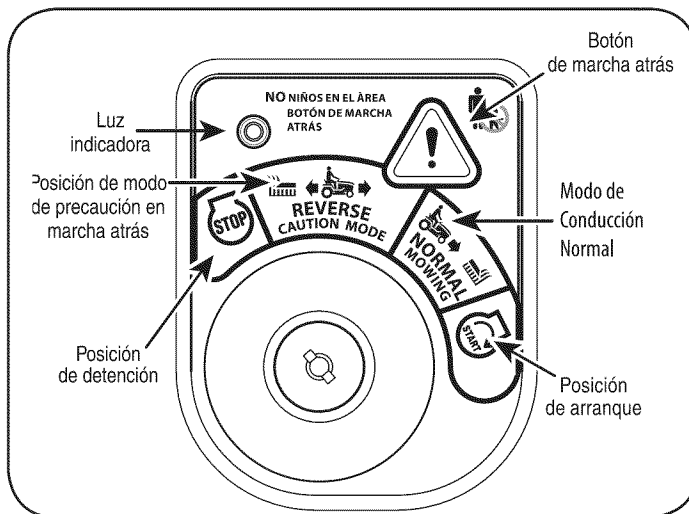

Figura 8
2. Gire la llave de la siega NORMAL (verde) la posición en el modo de PRECAUCIÓN INVERSOR (Amarillo) la posición del módulo de interruptor de llave. Ver Figura 8.
3. Presione el botón PUSH INVERSOR (Orange, botón triangular) en la esquina superior derecha de la tecla de módulo de conmutación. La luz indicadora de color rojo en la parte superior izquierda del módulo de conmutación clave será ON mientras activado. Ver Figura 8.